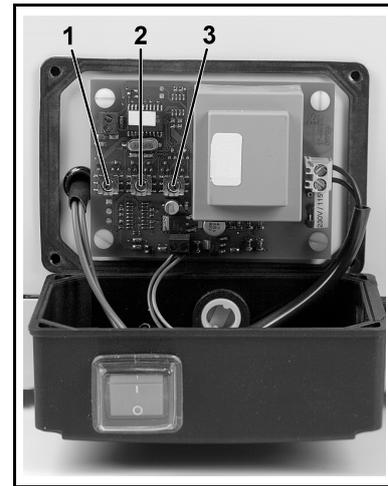

Fig. 4: Caja de control del sistema automático de secado (abierta) con interruptores 1, 2, 3
3. Soltar la tuerca de racor de la fijación del cable en la caja de control; soltar seguidamente los cuatro tornillos de dicha caja con un destornillador para tornillos de ranura, abrir la tapa hacia delante y quitarla (véase la Fig. 4).
4. Ajustar los valores deseados en los interruptores **1**, **2** y **3** (véase la Fig. 4). Para consultar la explicación sobre los interruptores y los valores ajustables, véase la tabla 5.